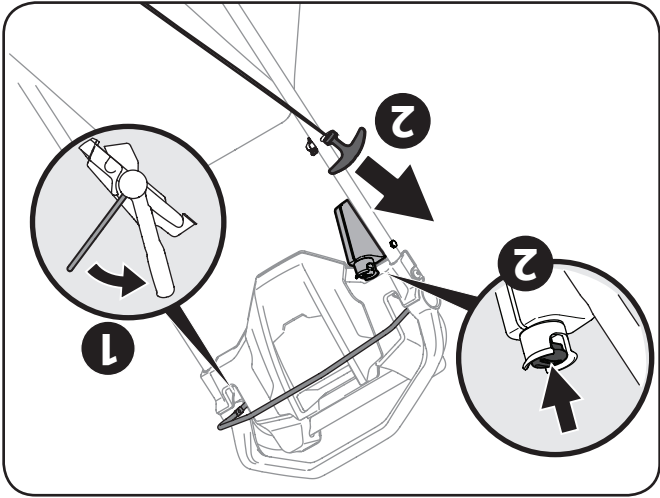

Figure 5-1
1. Placez-vous derrière la tondeuse et tirez sur la commande de la lame contre le contrôle d'entraînement. Voir Figure 5-1.
électrique pour démarrer le moteur. Voir Figure 5-1.